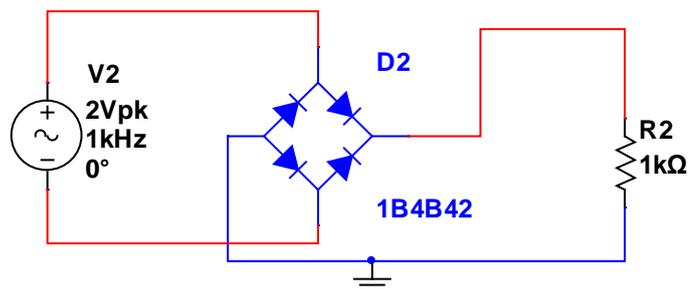

Figure 2 : Redressement double alternance
- Réalisez le montage de la figure 2. Visualisez les tensions d'entrée et de sortie en utilisant un pont de diode (1B4B42), avec les paramètres START time 4 ms et end time 6 ms en choisissant un step time de 10^{-7} sec.